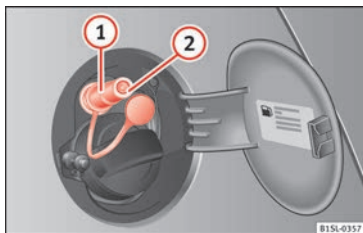

Fig. 167 Tapa del depósito abierta: boca de carga de gas (1), retén de la boca de carga (2).
- Destape la boca de carga de gas » » » fig. 167 (1).